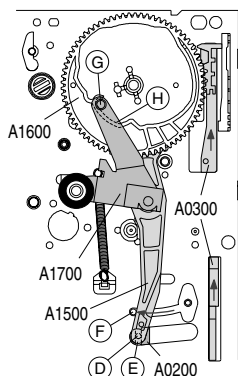

Fig. 12
- Andruckrolleneinheit (Pos. A1700, Fig. 12) so einsetzen, dass der Stift (G) in der Führung (H) des Kurvenrades Pos. A1600 ist.
- Ladeschieber (Pos. A0300, Fig. 12) einsetzen und bis hinteren Anschlag schieben.
- Hebel (Pos. A1500, Fig. 12) so einsetzen, dass der Stift (D) in die Aussparung (E) des Schiebers (Pos. A0200) eingreift.
- Hebel (Pos. A1500, Fig. 12) bis Anschlag (F) schieben und halten.